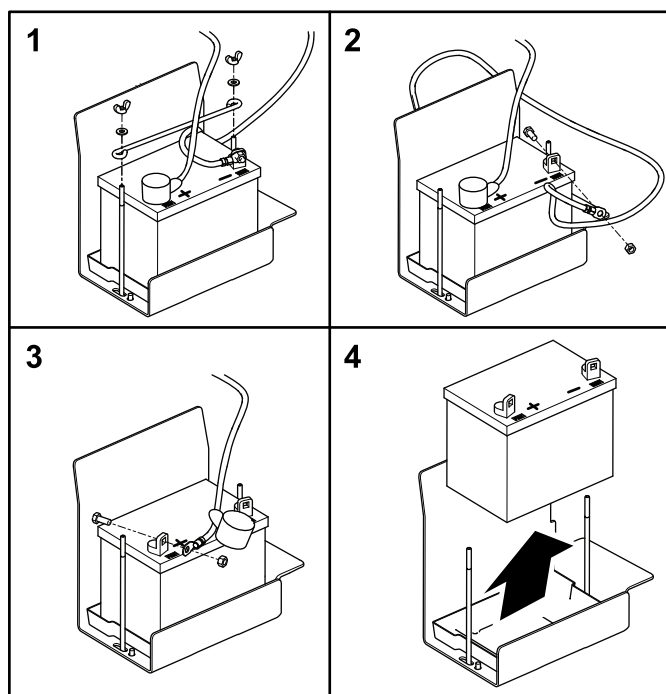

Figura 54
2. Rimuovete i dadi ad alette e le rondelle che serrano il dispositivo di fissaggio della batteria (Figura 54).